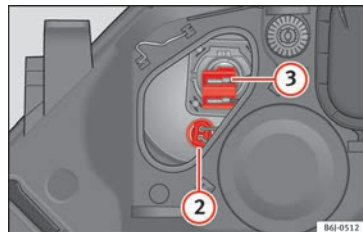

Abb. 95 Standlicht und Fernlicht
- Ziehen Sie den Stecker » Abb. 95 ② nach außen ab.
- Ziehen Sie den Stecker » Abb. 95 ③ nach außen ab.